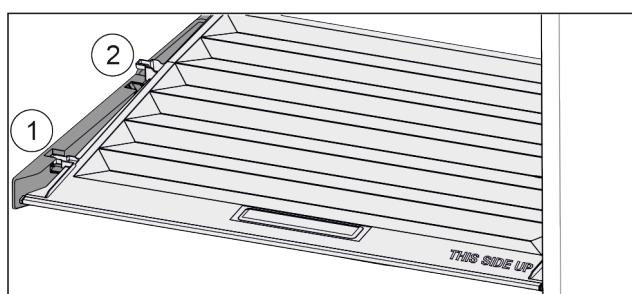

Fig. 157
- Veko potiahnite dopredu až k otvoru v prídružných dieľoch Fig. 157 (1).
- Vzadu ho nadvihnite zospodu a zložte smerom nahor Fig. 157 (2).